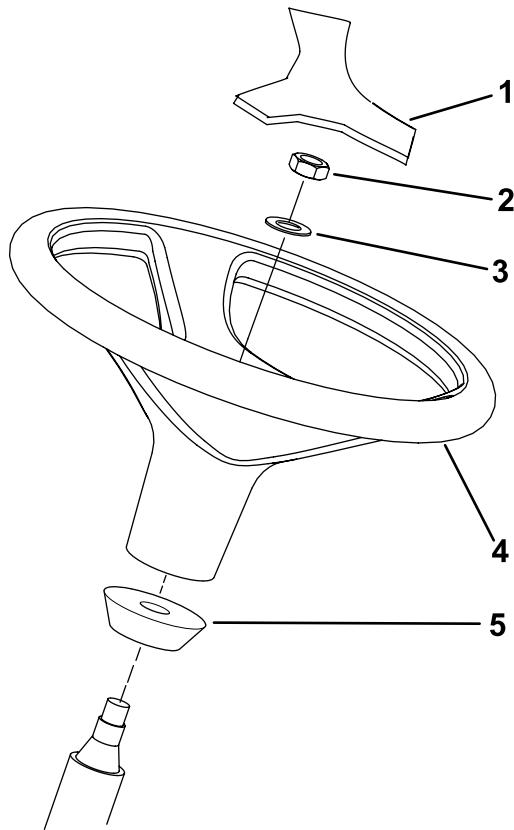

図 12
1. 出荷台からハンドルを外す。図 12
- 注** ステアリングシャフトについているウレタン製のカラーは外さないでください図 12。
3. ハンドルとワッシャをステアリングシャフトにはめ込む(図 12)。
5. ハンドルにカバーを取り付ける(図 12)。